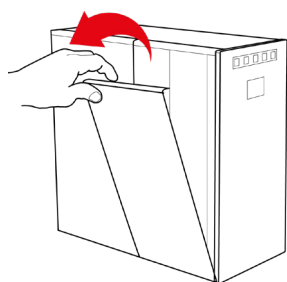

Fig. 1-13
41.1 – Rimuovere il pannello laterale in plastica riponendolo in posizione di sicurezza, vedi Fig.1-13.